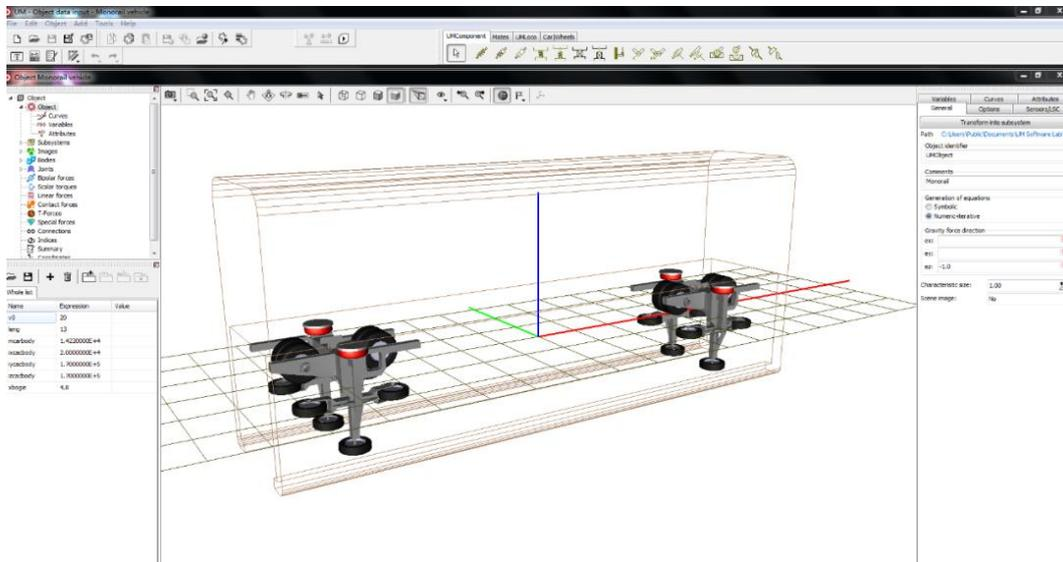

图 033-10
7、UM Input 程序正常运行的界面，如图 033-10。